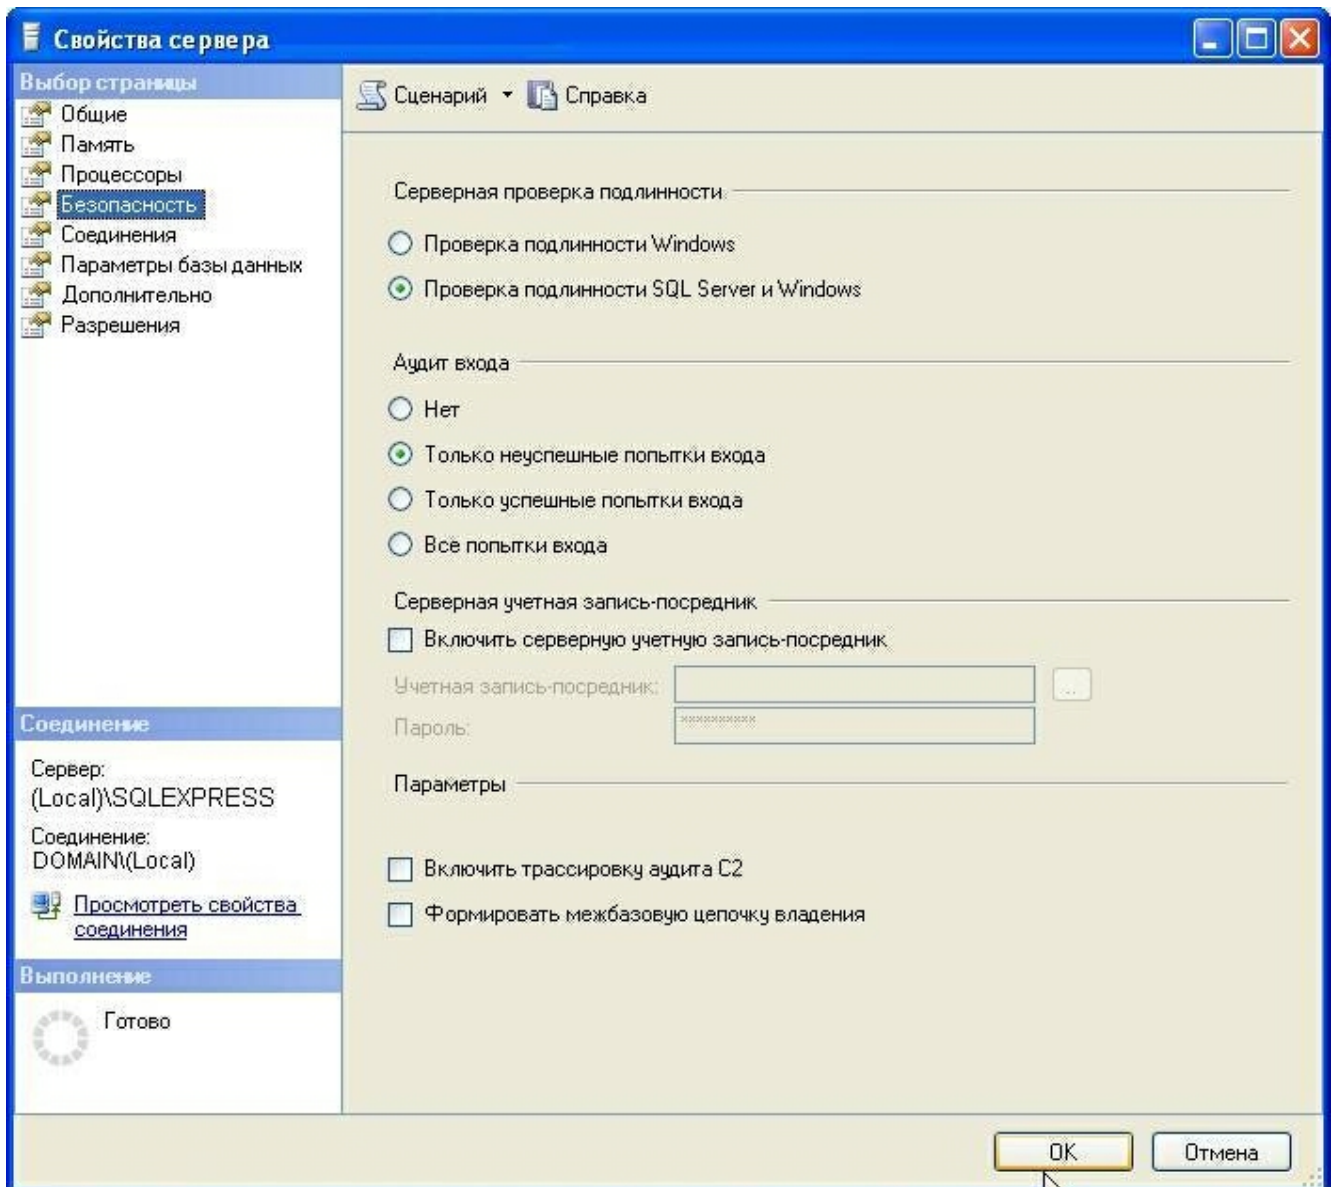

Рис. 4.5. Настройка свойств SQL-сервера.
- 3) В диалоге настройки свойств сервера (открывается из контекстного меню) проверить, что выбран режим «Проверка подлинности SQL Server и Windows» (Рис. 4.5).